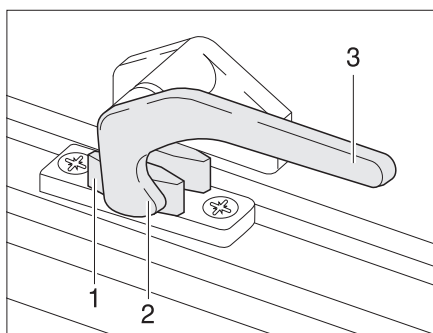

Fig. 10 Leva di serraggio in posizione "Chiuso"
- Ruotare la leva di serraggio (Fig. 10,3) di un quarto di giro verso il centro della finestra.
- Ruotare la leva di serraggio (Fig. 10,3) di un quarto di giro verso il telaio della finestra. Il nasello di chiusura (Fig. 10,2) si trova sul lato interno della chiusura della finestra (Fig. 10,1).
- In posizione "Completamente chiusa" (Fig. 10)